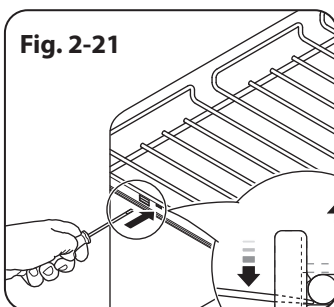

Fig. 2-21
- Remarque : Pour aider le retrait du plateau vous pouvez insérer un outil plat adapté par l'ouverture du côté des glissières et levez la grille (**Fig. 2-21**).